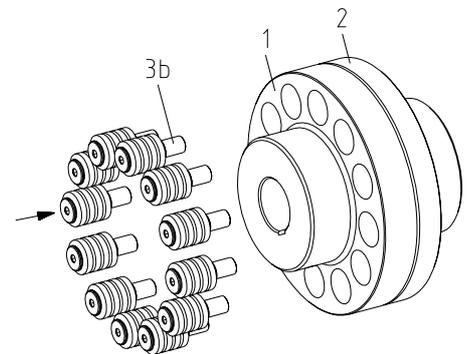

Figura 17
- Dirija los pasadores (componente 3b) a través de los agujeros del manguon parte 1 (componente 1) hacia los agujeros del mangón parte 2 (componente 2) mediante ligeros golpes (ver figura 17).